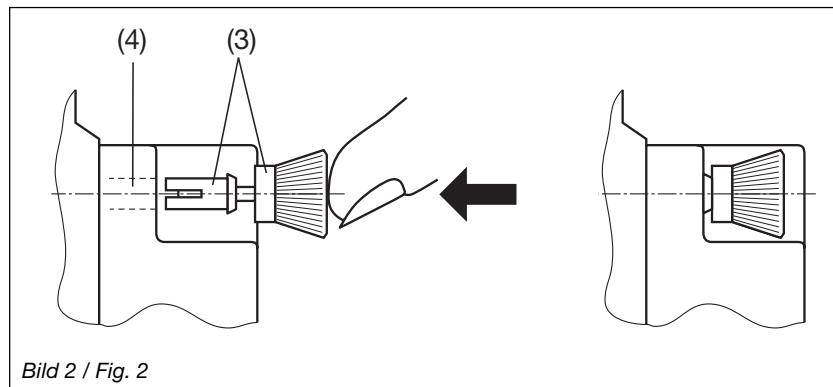

Bild 2 / Fig. 2
Zur mechanischen Sicherung die vier mitgelieferten Kunststoff-Spreiznieten (3) in die dafür vorgesehenen Löcher (4) eindrücken (Bild 2).
To fix the module mechanically, insert the four plastic clips supplied (3) in the fixing holes (4) (fig.2).